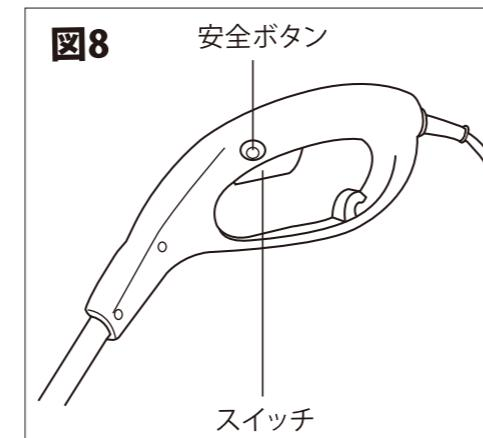

図8
- スイッチは、安全ボタンを押した状態でスイッチを引いてください。(図8)
- ② スイッチは、安全のために安全ボタンを押して操作しないと入りません。
- ③ 安全ボタンはスイッチの引き金を離すと元に戻ります。再度使用する際、もう一度安全ボタンを押してからスイッチを引いてください。
- ④ スイッチをテープなどで固定してしまうしないでください。